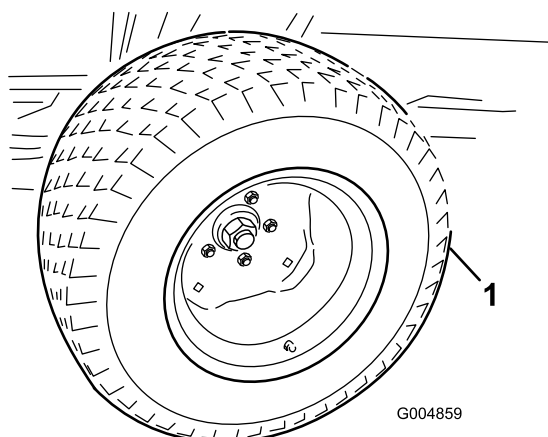

Figura 8
3. Instale los neumáticos de tracción (Figura 8).